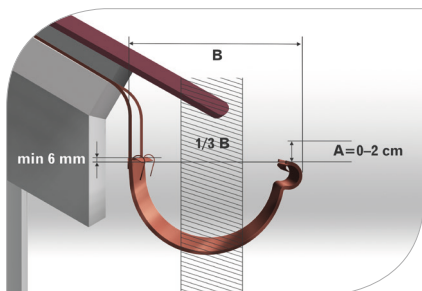

рис. 1
- 1.4 Желоб должен выходить за скат крыши, по крайней мере, на половину своего диаметра и одновременно не может вступать за линию, являющуюся продолжением крышки (**рис. 1**)